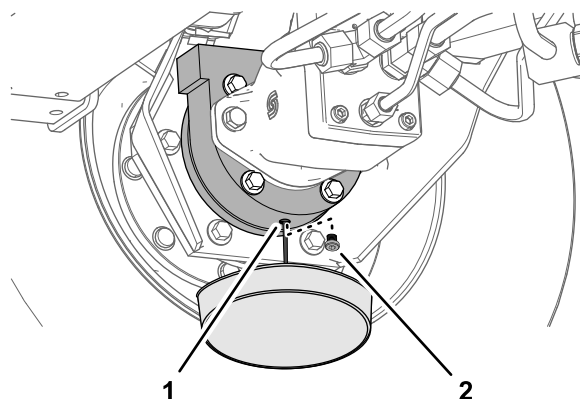

Figura 101
- Coloque un recipiente debajo del alojamiento del freno, retire el tapón de vaciado y deje que se drene el aceite totalmente (Figura 101).